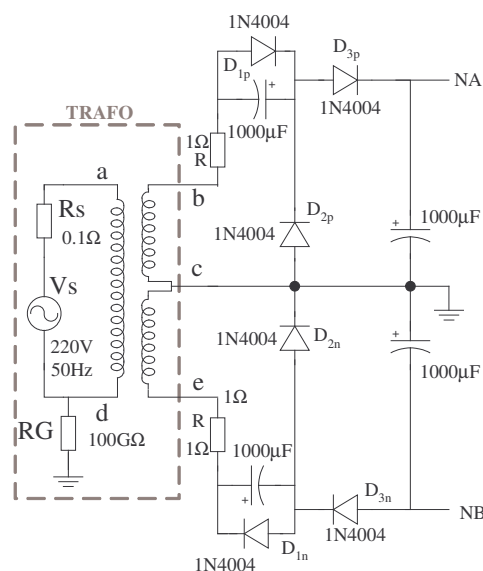
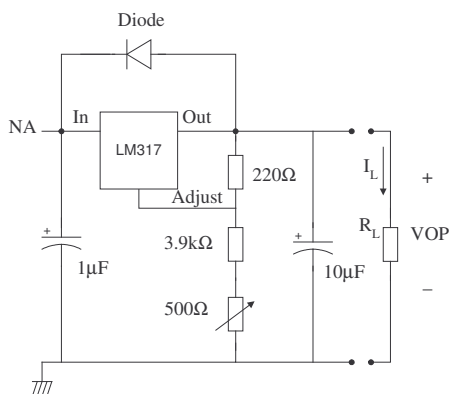
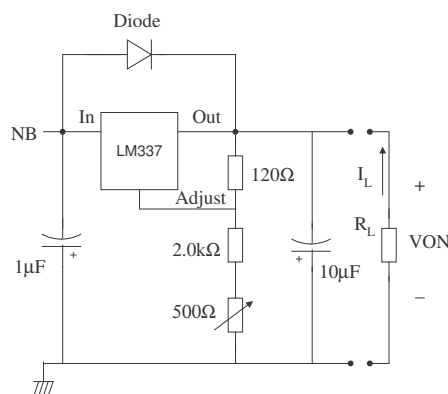

Figura 1.
Figura 2.
Figura 3.
Amb aquesta finalitat el circuit estarà format per tres blocs, un bloc doblador de tensió com el de la Figura 1, que fa el paper de rectificador i a més dobra la tensió (bomba de díodes), un bloc regulador per la tensió positiva com el de la Figura 2 (basat en un regulador LM317), i un bloc regulador per la tensió negativa com el de la Figura 3 (basat en un regulador LM337). Es demana:
1.- En primer lloc heu de simular el circuit doblador de tensió (Figura 1), connectant dues resistències  $R_L$  entre els nodes NA i terra, i NB i terra. Feis un escombrat de  $R_L$  (valors entre  $100\Omega$  i  $100k\Omega$ ) i comprovau que a mesura que es demana més corrent la regulació del sistema empitjora de manera important. Per simular el transformador (trafo) de 220V/12V (valors *rms*) amb toma central utilitzau el següent codi:
**5.-** Muntau al *protoboard* el circuit complet: doblador (Figura 1), regulador positiu (Figura 2) i regulador negatiu (Figura 3). Ajustau els potenciòmetres per tal d'obtenir 25V i -25V a la sortida dels reguladors **sense càrrega** (mesurau la sortida amb el multímetre).
Afegiu una resistència de sortida per cada secundari del transformador al codi Pspice (connectades com les resistències R de la Figura 1) . Trieu el seu valor intentant que les simulacions ajustin més acuradament les mesures experimentals.